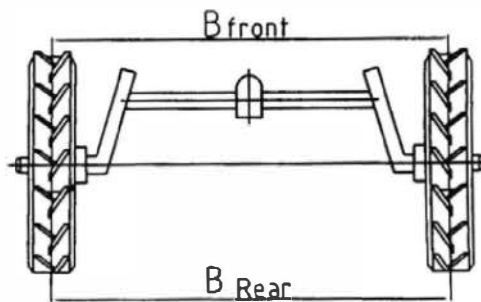

Рис. 5. Регулировка схождения передних колес
5.3.1. Настройка схождения передних колес (смотрите рис.5.)